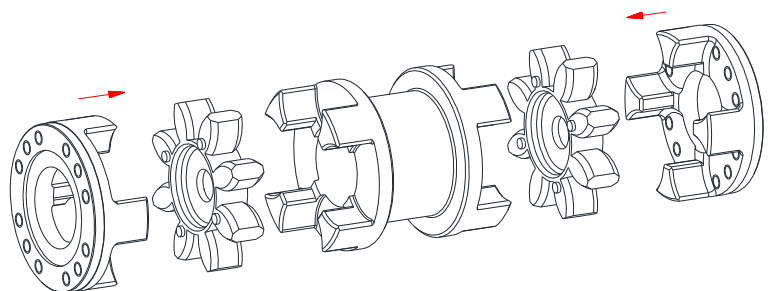

Bild 9: Montering av medbringrarfläns, kuggkransar och DKM-mittstycke
- Stick ihop medbringrarflänsen, kuggkransarna och DKM-mittstycket spec. (se bild 9).